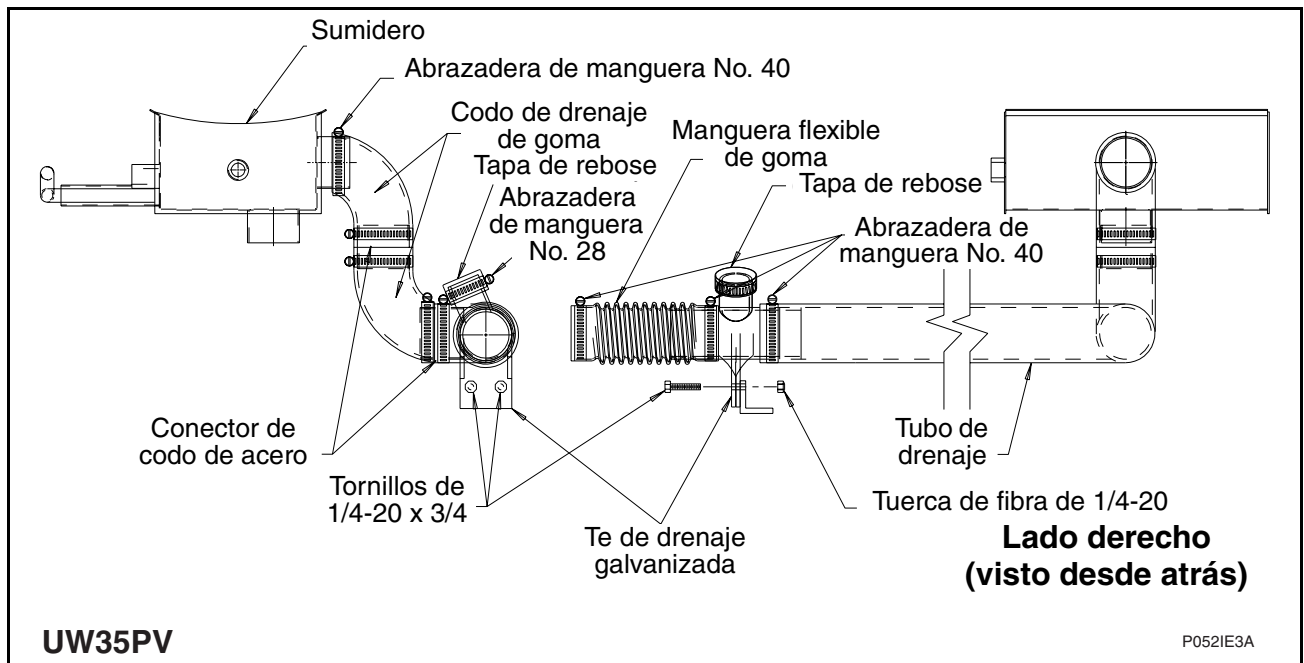

Figura 14
- Construya el drenaje derecho según se muestra en su estado terminado en la Figura 14.